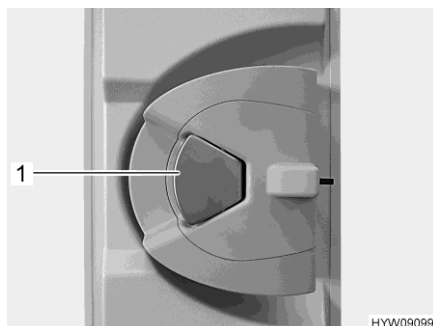

Fig. 17 Serrure de la porte (porte cellule à l'intérieur)
- Quand la serrure de la porte est verrouillée : Tirer une fois sur la poignée de la porte (Fig. 17,1). La porte est déverrouillée.
- Tirer sur la poignée de la porte (Fig. 17,1). La porte est ouverte.
- Appuyer sur la poignée de la porte (Fig. 17,1).